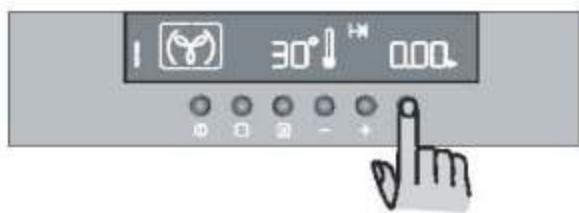

Рис. 12
2) Нажмите клавишу , чтобы выбрать функцию «время приготовления» (рис. 12). Начнет мигать значок «времени приготовления» , а на дисплее панели управления появится «0.00».